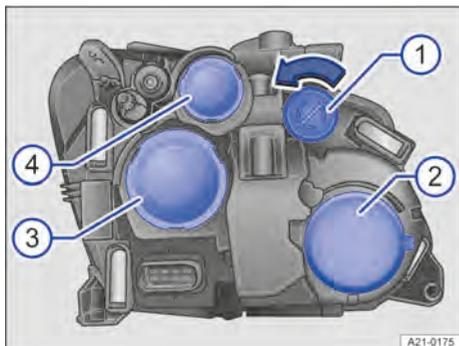

Fig. 144 No compartimento do motor: coberturas no farol esquerdo frontal.
1. Girar o suporte da lâmpada até o batente no sentido da seta → Fig. 144 ①.
1. Remover a cobertura de borracha no lado de trás do farol → Fig. 144 ②.
6. Colocar a cobertura de borracha na parte traseira do farol → Fig. 144 ②.
1. Remover a cobertura de borracha no lado de trás do farol → Fig. 144 ③.
6. Colocar a cobertura de borracha na parte traseira do farol → Fig. 144 ③.
1. Remover a cobertura de borracha no lado de trás do farol → Fig. 144 ④.
6. Colocar a cobertura de borracha na parte traseira do farol → Fig. 144 ④.